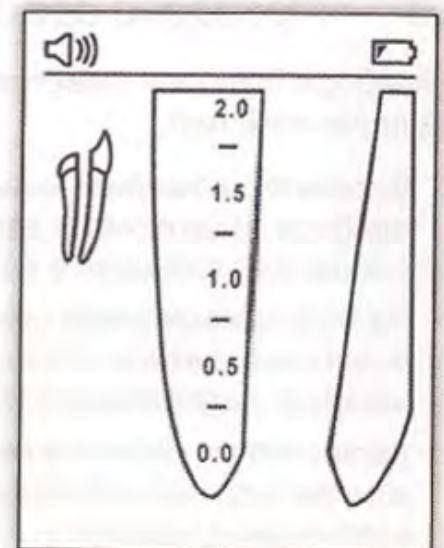

Рис.2
6.3.2 При севших батарейках в правом верхнем углу экрана появится мигающий индикатор «Слабая батарея» (Рис. 2). NovAрех может продолжать нормально работать даже со слабыми батарейками, однако необходимо заменить батарейки до того как они полностью разрядятся.
- На информационной строке экрана должен появиться символ «Контакт»  означающий наличие надлежащего соединения (Рис. 2).